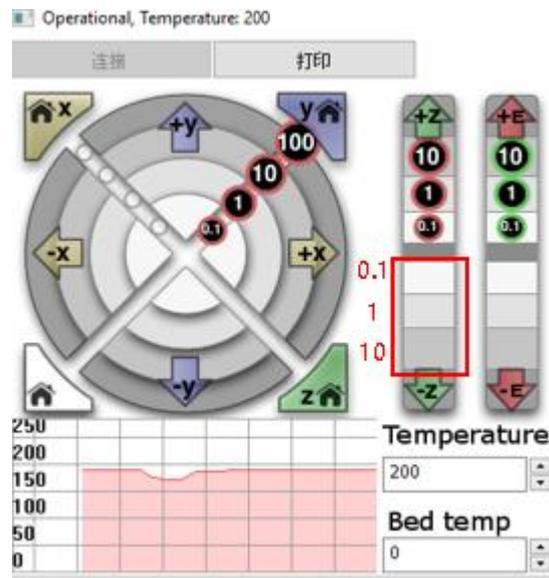

图 6.28 移动 Z 轴
1. 单击“-Z”，将机械臂移动至距离打印床约0.3mm的位置，也可单击“10”、“1”、“0.1”移动Z轴，如图 6.28所示。